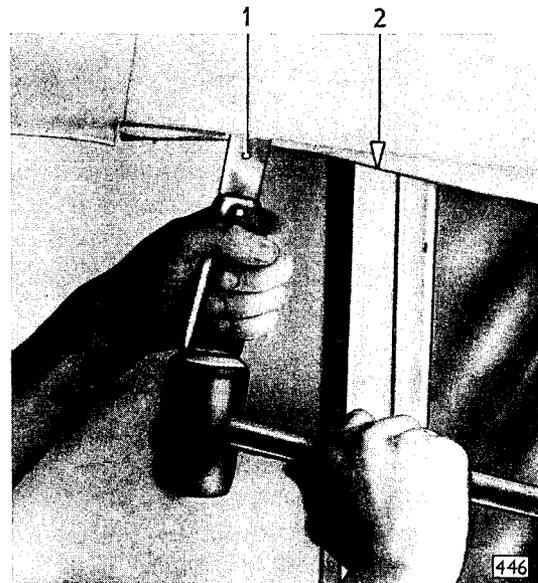

Bild 215 - Himmel in Zackenschiene einstemmen
12. Himmel links bzw. rechts beginnend von Unterkante Hintersäule beim Rekord bzw. vom hinteren Dachspriegel beim Caravan nach vorn mit Köderstemmer SW-158 und Gummihammer in Zackenschiene einstemmen (Bild 215) und Zackenschiene mit Gummihammer festschlagen.